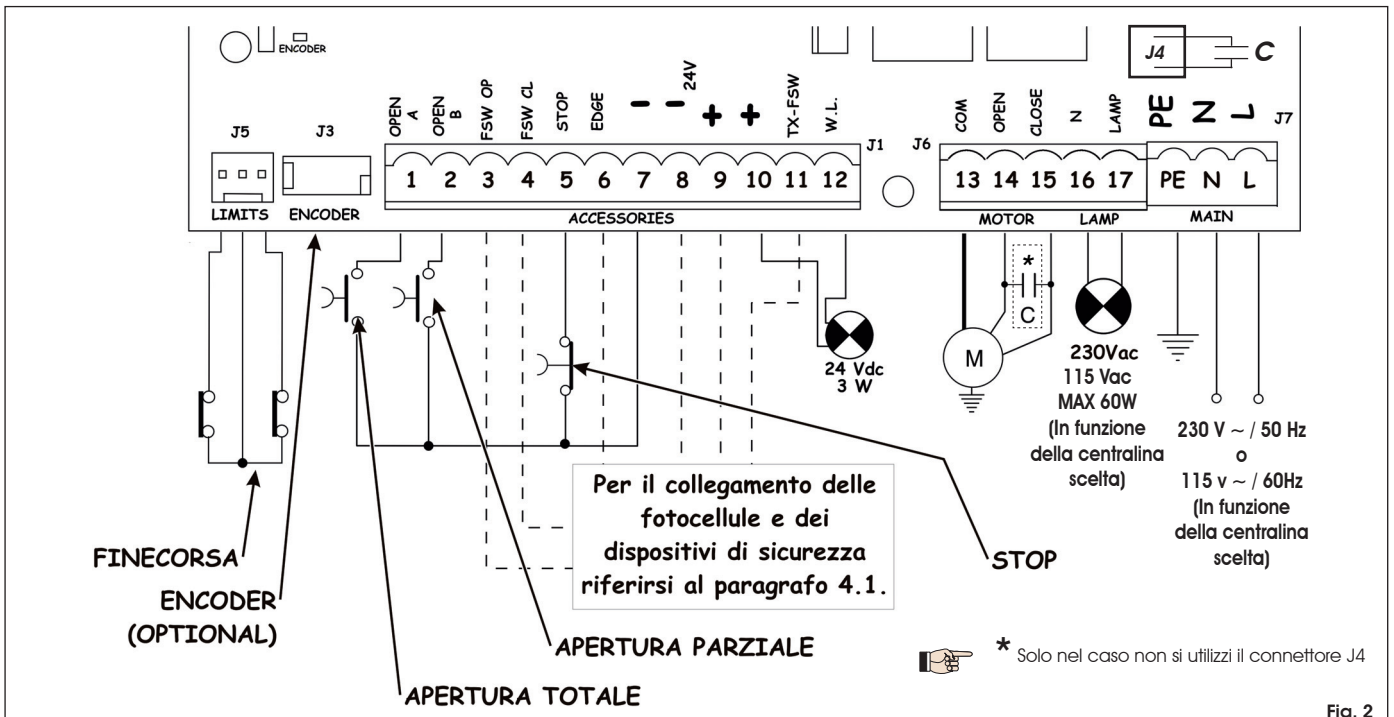

Fig. 2
4.2. Morsettiera J7 - Alimentazione (fig. 2)	pag.4
4.3. Morsettiera J6 - Motori e lampeggiatore (fig. 2)	pag.4
4.4. Morsettiera J1 - Accessori (fig. 2)	pag.4
4.6. Connettore J6 - Innesto rapido Finecorsa (fig. 2)	pag.5
4.7. Connettore J3 - Innesto rapido Encoder (fig. 2)	pag.5
Collegare il cavo di terra all'apposito morsetto previsto sul connettore J7 dell'apparecchiatura (vedi fig.2).
4.2. Morsettiere J7 - Alimentazione (fig. 2)
4.3. Morsettiere J6 - Motori e lampeggiatore (fig. 2)
4.4. Morsettiere J1 - Accessori (fig. 2)
#### 4.6. Connettore J6 - Innesto rapido Finecorsa (fig. 2)
Questo ingresso è predisposto per la connessione rapida dei finecorsa di apertura e di chiusura che possono dare l'arresto dell'anta, oppure l'inizio del rallentamento, oppure la frenata (vedi programmazione avanzata Cap. 5.2.). Nei motoriduttori dove è prevista la centrale incorporata, questo collegamento è già precablato di serie (fig. 2). Per la direzione di apertura dell'anta vedi programmazione avanzata Cap. 5.2.
#### 4.7. Connettore J3 - Innesto rapido Encoder (fig. 2)